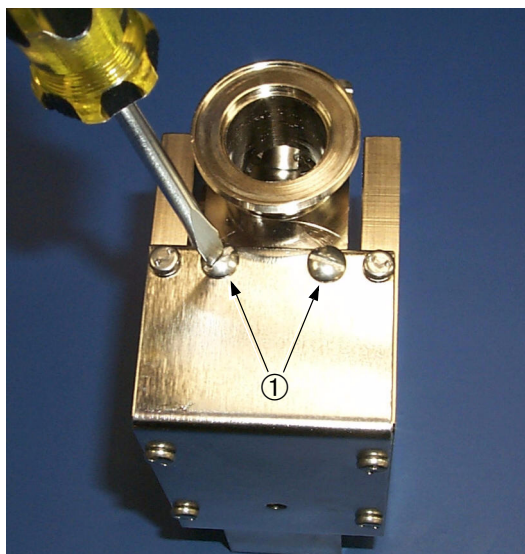

图 4-7 磁体槽缝螺丝
9. 卸下将质谱计管磁体固定到质谱计管的 2 颗槽缝螺丝 ①（图 4-7）。